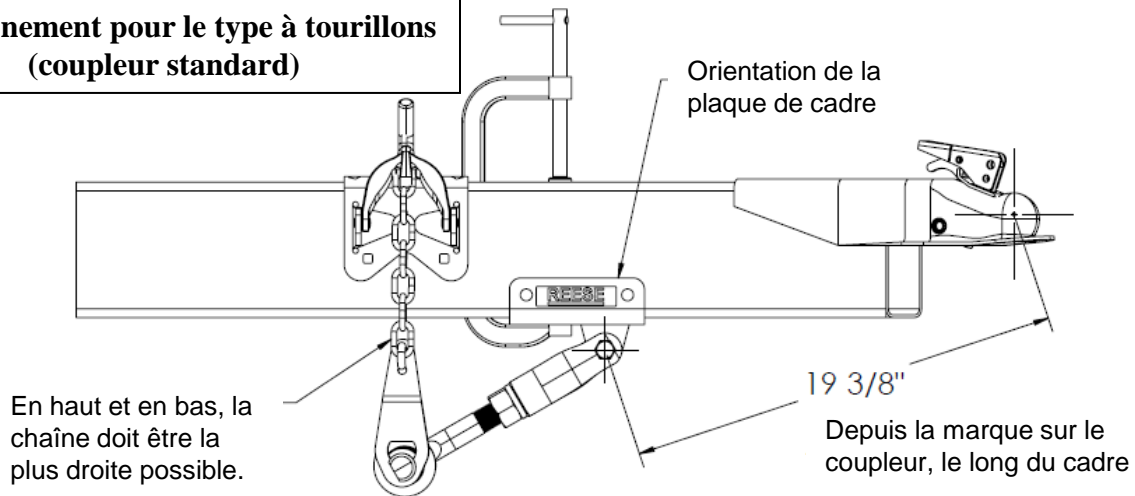
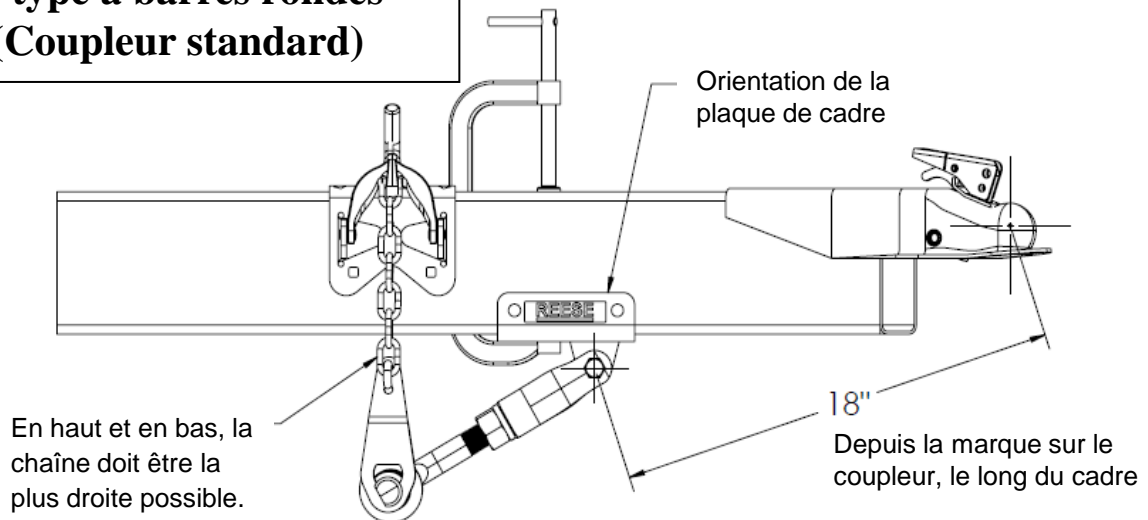
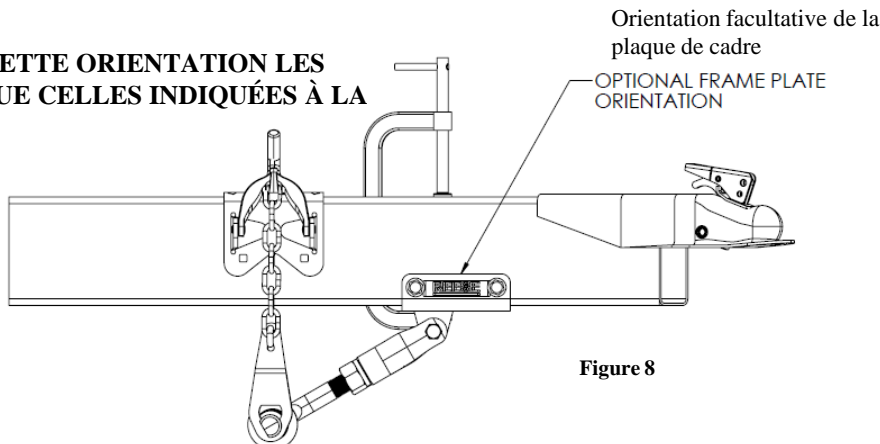

Figure 6 – Positionnement approximatif du bras de came pour le dispositif de répartition de charge à tourillons
Figure 7 – Positionnement approximatif du bras de came pour le dispositif de répartition de charge à barres rondes
Figure 8
- À l'aide d'une bride en C proportionnée à la hauteur du cadre de remorque et à la plaque de cadre du Dual Cam HP, fixer temporairement le bras de came Dual Cam HP au cadre de remorque et à la plaque de cadre Dual Cam HP, comme illustré à la figure 6 (ensemble de répartition de charge de type à tourillons) ou à la figure 7 (ensemble de répartition de charge à barres rondes).
Mesurer à partir de la marque sur le coupleur à boule jusqu'au centre du boulon de pivot du bras de came comme illustré à la figure 6 ou 7 de la page suivante. Si la plaque de cadre fait obstacle à une pièce quelconque du cadre de remorque, l'orientation peut être modifiée en changeant de côté (voir la figure 8 pour une orientation différente de la plaque) ; maintenir la même distance entre le centre du coupleur et le pivot du bras de came quelle que soit l'orientation.
Les mesures des figures 6, 6A, 7 et 7A sont à titre indicatif, un ajustement de la longueur du bras de came par l'écrou d'ajustement (Figure 5) peut s'avérer nécessaire après l'accrochage, dans les instructions à venir de ce manuel. Cequent Performance Products, Inc. n'est pas responsable des dommages résultant de la non observation d'une partie quelconque de ce manuel.
RESPECTER POUR CETTE ORIENTATION LES MÊMES MESURES QUE CELLES INDiquÉES À LA FIGURE 6 OU 7.